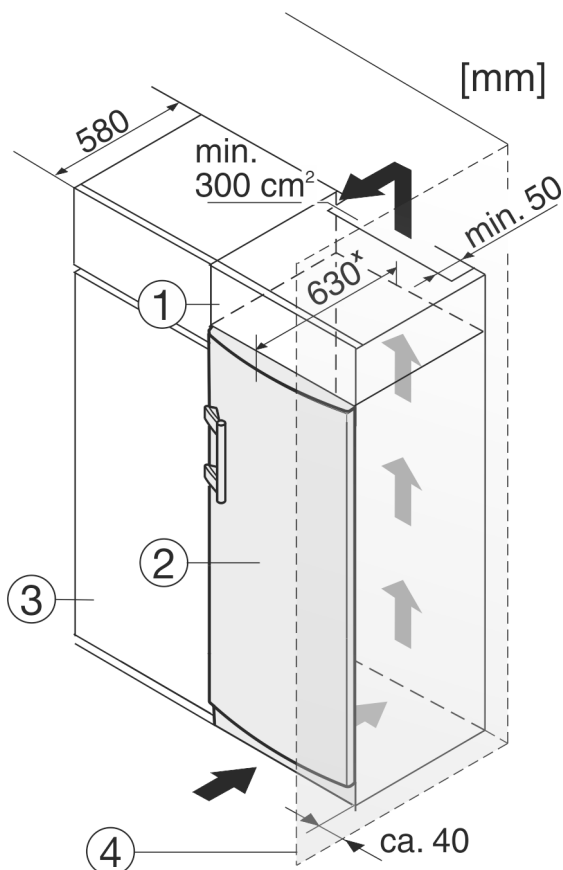

Fig. 12
- (1) Pealiskapp (3) Köögikapp
(2) Seade (4) Sein
Seadet saab köögikappidega ümbritseda. Kohandamiseks seadet Fig. 12 (2) köögitasapinna kõrgusele, saab seadme kohale paigaldada pealiskapi Fig. 12 (1).
Köögikappidesse sisseehitamisel (sügavus max 580 mm) võib seadme vahetult köögikapi Fig. 12 (3) kõrvale üles panna. Seade ulatub 34 mm * ja seadme keskoht 50 mm * köögikapi esiküljest ettepoole.
Kui seade pannakse šarniiridega sein Fig. 12 (4) kõrvale üles, siis tuleb pidada kinni seadme ja seina vahekaugusest vähemalt 40 mm. See vastab käepideme üleulatusele avatud ukse korral.